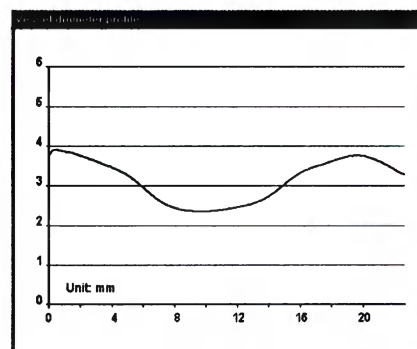

Рисунок 193
- создается и отображается график **Профиль диаметра сосуда**, где указывается диаметр сосуда (см. рисунок 193).